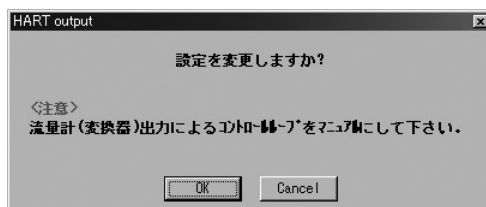

図55
- ④ 全ての設定が完了したら「OK」ボタンをクリックします。クリックすると図55のようなメッセージボックスが現れます。